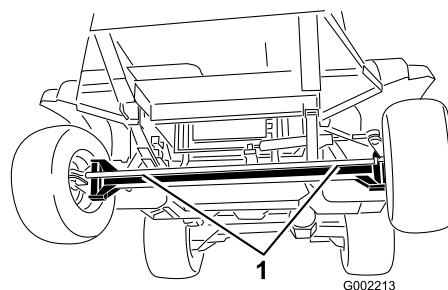
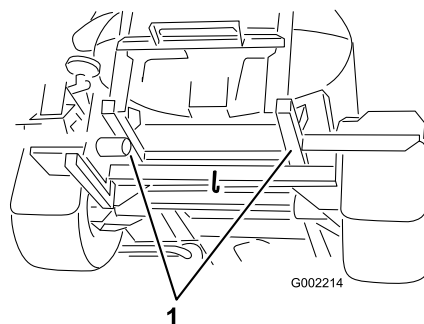

Figura 27
Figura 28
2. Conecte un cable de remolque al bastidor. Consulte los puntos de remolcado delanteros y traseros en Figura 27 y Figura 28.